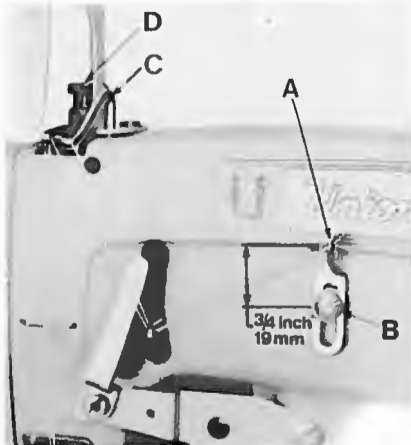

Fig.30
Set the needle thread frame eyelet hole (A, Fig. 30) 19 mm = 3/4 inch above the center of mounting screw (B, Fig. 30). Lower it for more needle thread, raise it for less needle thread in the stitch. Set the needle thread take-up wire (C, Fig. 30) as low as possible. Raising the take-up wire increases the needle thread loop.
Insert a ply of fabric between upper and lower puller roller. Loosen screw (S, Fig. 30 C) then set the puller presser bar collar (A, Fig. 30 A) by means of adjusting screw (B, Fig. 30 A) so, that the distance (J, Fig. 30 A) between screw (K, Fig. 30 A) and hand lever (H, Fig. 30 A) is 0,2 - 0,5 mm (.008 - .020 inch), at the same time the upper puller roller must rest upon fabric. Secure screw (B, Fig. 30 A) with nut (C, Fig. 30 A). Retighten screw (S, Fig. 30 C).
Set the presser bar connection and guide (L, Fig. 30 A) so that puller roller and presser foot are lifted simultaneously when actuating the presser foot lifter lever and the presser foot is resting on the throat plate.
Stellen Sie die Nadelfadenführung am Gehäuse (A, Fig. 30) 19 mm hoch zur Mitte der Befestigungsschraube (B, Fig. 30) ein. Wird die Fadenführung tiefer gestellt bekommen Sie mehr Nadelfaden in die Naht. Durch Höherstellen erreichen Sie das Gegenteil. Stellen Sie den Nadelfadenabzug (C, Fig. 30) so tief wie möglich. Wird der Nadelfadenabzugsbügel nach oben verstellt, wird die rechte Nadelfaden-schlinge größer.
Legen Sie eine Lage Stoff zwischen die obere und untere Pullerrolle. Lösen Sie die Schraube (S, Fig. 30 C) dann stellen Sie den Mitnehmer (A, Fig. 30 A) mit der Stellschraube (B, Fig. 30 A) so ein, daß der Abstand (J, Fig. 30 A) zwischen Schraube (K, Fig. 30 A) und dem Handhebel (H, Fig. 30 A) 0,2 - 0,5 mm beträgt, dabei muß die obere Pullerrolle auf dem Stoff aufliegen. Stellen Sie mit der Mutter (C, Fig. 30 A) die Schraube (B, Fig. 30 A) fest. Ziehen Sie die Schraube (S, Fig. 30 C) wieder an.
Die Drückerfußverbindung und Führung (L, Fig. 30 A) muß so gestellt werden, daß beim Betätigen des Drückerfuß-Lifterhebels Drückerfuß und Pullerrolle gleichzeitig angehoben werden, wenn der Drückerfuß auf der Stichplatte aufliegt.
Insert a ply of fabric between upper and lower puller roller. Loosen screw (S, Fig. 30 C), set the puller presser bar collar (A, Fig. 30 A) by means of adjusting screw (B, Fig. 30 A) so, that the distance (J, Fig. 30 A) between screw (K, Fig. 30 A) and hand lever (H, Fig. 30 A) is 0,2 - 0,5 mm (.008 - .020 inch), at the same time the upper roller must rest upon fabric. Secure screw (B, Fig. 30 A) with nut (C, Fig. 30 A). Retighten screw (C, Fig. 30 C). Set link (E, Fig. 30 A) by changing the length of the tractor cable (R, Fig. 30 B) so that the distance (G, Fig. 30 A) between link (E, Fig. 30 A) and screw (F, Fig. 30 A) is 0,5 - 1 mm (.020 - .040 inch).
Now set presser bar connection and guide (L, Fig. 30 A) so that the distance (D, Fig. 30 A) between link (M, Fig. 30 A) and screw (P, Fig. 30 A) is 0,5 - 1 mm (.020 - .040 inch) when the presser foot is resting on the throat plate.
For making this adjustment turn the handwheel in operating direction until the needle bar is in its lowest position and loosen screw (Q, Fig. 30 A). Then, while holding the presser foot down on the throat plate surface, pry up the presser bar connection and guide (L, Fig. 30 A) with a screwdriver to obtain the required setting. Retighten screw (Q, Fig. 30 A).
The presser foot must rest on the throat plate, when the upper puller roller is lifted with the hand lever (H, Fig. 30 A).
Regulate the presser spring regulating screw (D, Fig. 30) so that it exerts only enough pressure on the presser foot to feed the work uniformly. The regulating screw is located directly behind the needle bar in the head of the machine. The pressure exerted by the presser spring should be slightly more than the pressure exerted by the spring for the presser foot yielding section. Turning the regulating screw clockwise increases the pressure, counterclockwise decreases the pressure.
Legen Sie eine Lage Stoff zwischen die obere und untere Pullerrolle. Lösen Sie die Schraube (S, Fig. 30 C), dann stellen Sie den Mitnehmer (A, Fig. 30 A) mit der Stellschraube (B, Fig. 30 A) so ein, daß der Abstand (J, Fig. 30 A) zwischen Schraube (K, Fig. 30 A) und Handhebel (H, Fig. 30 A) 0,2 - 0,5 mm beträgt, dabei muß die obere Pullerrolle auf dem Stoff aufliegen. Stellen Sie mit der Mutter (C, Fig. 30 A) die Schraube (B, Fig. 30 A) fest. Ziehen Sie die Schraube (S, Fig. 30 C) wieder an. Die Lasche (E, Fig. 30 A) wird durch Veränderung der Länge des Zugseils (R, Fig. 30 B) so eingestellt, daß der Abstand (G, Fig. 30 A) zwischen Lasche (E, Fig. 30 A) und Schraube (F, Fig. 30 A) 0,5 - 1 mm beträgt.
Die Drückerfußverbindung und Führung (L, Fig. 30 A) wird nun so eingestellt, daß bei auf der Stichplatte aufliegendem Drückerfuß, der Abstand (D, Fig. 30 A) zwischen Lasche (M, Fig. 30 A) und Schraube (P, Fig. 30 A) 0,5 - 1 mm beträgt.
Zum Einstellen drehen Sie das Handrad in Nährichtung, bis die Nadelstange in der untersten Stellung ist und lösen die Schraube (Q, Fig. 30 A). Während Sie nun den Drückerfuß auf die Stichplatte herunterdrücken, heben Sie mit einem Schraubendreher die Drückerfußverbindung und Führung (L, Fig. 30 A) in die gewünschte Stellung. Ziehen Sie die Schraube (Q, Fig. 30 A) wieder an.
Der Drückerfuß muß auf der Stichplatte aufsitzen, wenn die obere Pullerrolle mit dem Handhebel (H, Fig. 30 A) angehoben wird.
Stellen Sie die Drückerfuß-Regulierschraube (D, Fig. 30) so ein, daß gerade so viel Druck auf dem Drückerfuß ist, daß ein gleichmäßiger Transport gewährleistet wird. Die Regulierschraube ist direkt hinter der Nadelstange auf dem Maschinenarm. Der Druck den die Drückerfußfeder erzeugt, sollte gerade etwas größer sein als der Druck den die Feder für das Drückerfußseitenteil erzeugt. Drehen der Regulierschraube im Uhrzeigersinn verstärkt den Druck, drehen entgegen dem Uhrzeigersinn bewirkt das Gegenteil.
For adjusting puller roller motion loosen nut (A, Fig. 30 E). Turning screw (B, Fig. 30 E) clockwise decreases the puller roller motion, turning it counterclockwise increases the motion. Tighten nut (A) after making this adjustment.
The puller brake is adjusted in the factory. If it is necessary to readjust it, remove screw (A, Fig. 30 D), loosen nut (B, Fig. 30 D) and screw (E, Fig. 30 D) and set the puller brake by means of nut (C, Fig. 30 D) until the lever (D, Fig. 30 D) can be moved with a force of 25 N (5,5 lbf.). Retighten all screws and nuts after making this adjustment. Make sure that nut (C) does not turn while tightening nut (B).
Zum Einstellen des Pullertransportwegs lösen Sie die Mutter (A, Fig. 30 E). Drehen der Schraube (B, Fig. 30 E) im Uhrzeigersinn verkleinert den Pullertransportweg, drehen im Gegenuhrzeigersinn vergrößert ihn. Ziehen Sie die Mutter (A) nach dieser Einstellung wieder an.
Die Pullerbremse wird im Werk eingestellt. Wird eine Neueinstellung notwendig, entfernen Sie die Schraube (A, Fig. 30 D), lösen Sie die Mutter (B, Fig. 30 D) und die Schraube (E, Fig. 30 D) und stellen Sie mit der Mutter (C, Fig. 30 D) die Pullerbremse so ein, daß der Hebel (D, Fig. 30 D) mit einer Kraft von 25 N bewegt werden kann. Ziehen Sie nach dieser Einstellung alle Schrauben und Muttern wieder an. Beachten Sie beim Festziehen der Mutter (B) daß die Mutter (C) nicht mehr gedreht wird.